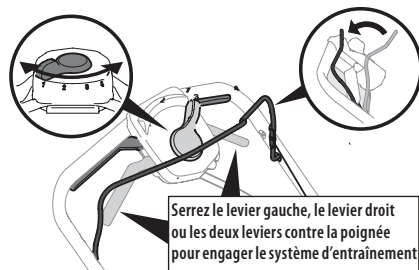

Figure 35
1. Lorsque le moteur est en marche, maintenez la commande de la lame engagée, puis serrez un levier ou les deux leviers de la commande d'entraînement contre la poignée supérieure pour faire avancer la tondeuse. Voir Figure 35.